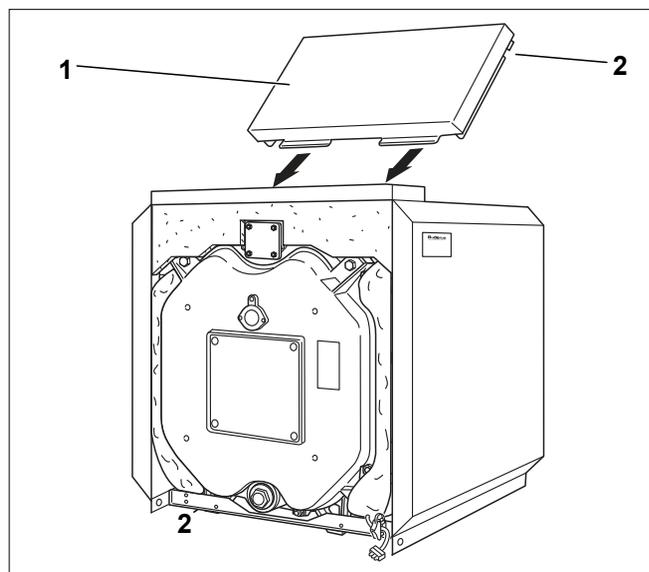

Рис. 37 Монтаж задней крышки
- ▶ Уложите заднюю крышку (рис. 37, [1]) между боковыми стенками так, чтобы вырез (рис. 37, [2]) вошёл в траверсу.